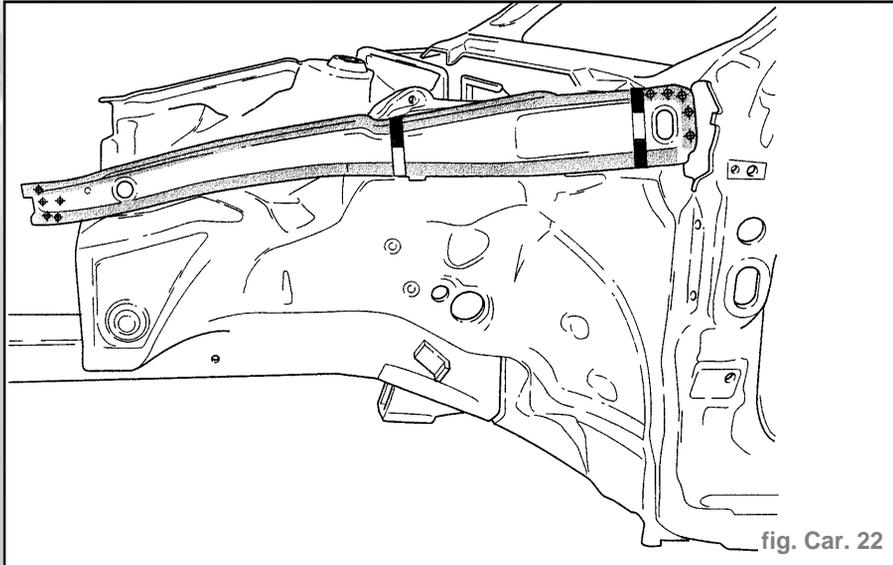

fig. Car. 22
- Dégraffer l'accostage d'origine (fig. Car. 22).